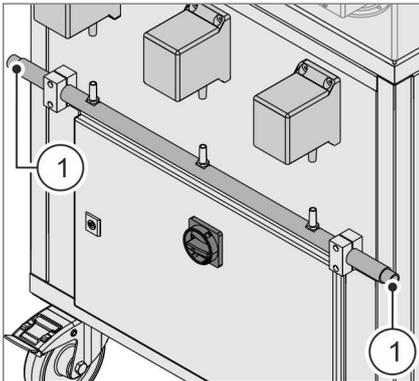

Abb. 27 Abfüllmediumanschluss
Der Anschluss an einen betreiberseitigen Abfüllmediumtank erfolgt mit Hilfe des oder der am Verteilerrohr **Abb. 27** / ① installierten Schlauchs bzw. Schläuche an der Vorderseite der Abfüllstation.